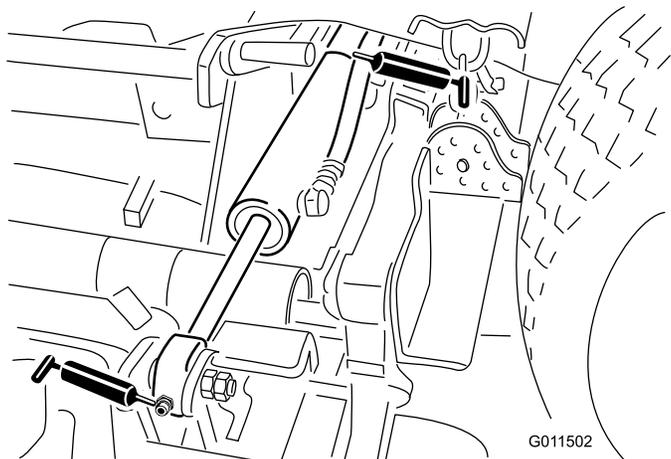

Figura 46
Cilindro de elevação lateral (4) (Figura 46)